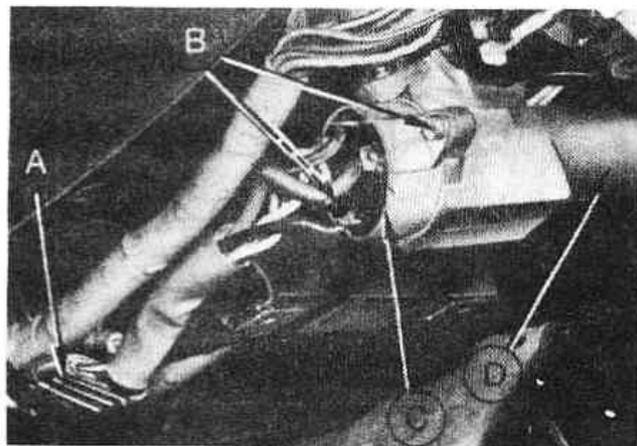

Рис. 10.26. Разъедините разъем (A) и выверните два винта (B), чтобы отсоединить выключатель зажигания (C) от замка рулевой колонки (D) (Разд.42)
2. После этого выключатель можно снять, вывернув два крепящих его винта и разъединив многополюсный электрический разъем (Рис.10.26).